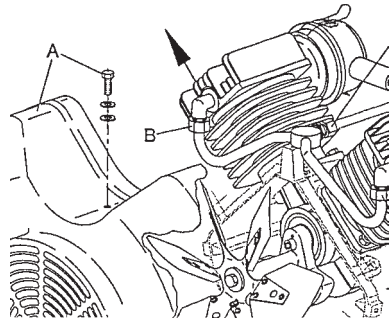

Bild 1
- 5 Sechskantschrauben (Bild 1, Pos. A) lösen.
- Überwurfmutter des Luftrohres an den Zylinderköpfen und am Kühlrohr lösen (Bild 1, Pos. B).